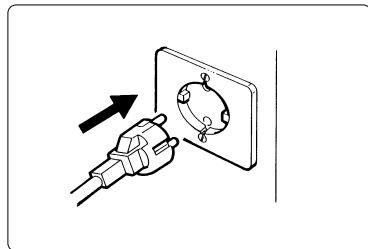

Fig. 5
- c) Inserire la spina nella presa di alimentazione elettrica (vedi fig. 5).